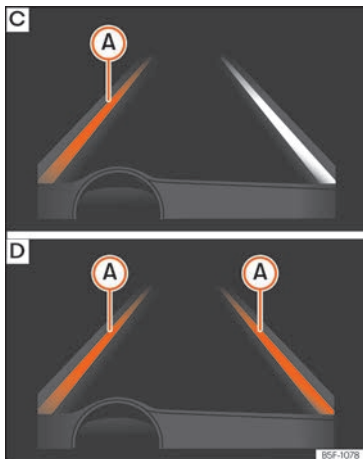

Fig. 268 Sul display del quadro strumenti: indicazione sul display del dispositivo di assistenza per il mantenimento della corsia (esempio 2).
- Il dispositivo è operativo, la linea evidenziata (A) indica il rischio di oltrepassare involontariamente la linea di demarcazione della corsia e sta agendo sullo sterzo per correggere la traiettoria »» fig. 268 C.
- Le due linee evidenziate (A) si accendono contemporaneamente quando entrambe le linee di demarcazione della corsia sono state rilevate e la funzione di guida adattativa nella corsia è attiva »» fig. 268 D.